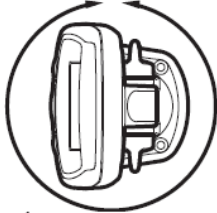

Figure 1
- Свободно пространство: Монтажната област трябва да предоставя достатъчна площ на уреда да се накланя и завърта свободно, както и да бъде улеснен неговия демонтаж и инсталиране. (Figures 1 and 2).